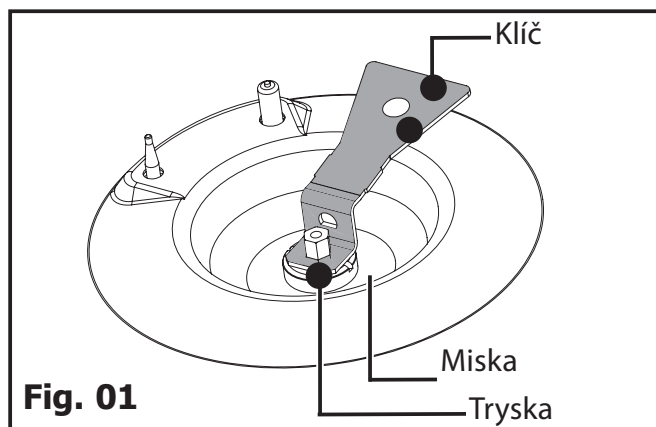

Fig. 01
- Pomocí přiloženého klíče vyšroubujte trysky všech hořáků, které se nacházejí na dně misek a vyjměte je (Fig. 01).